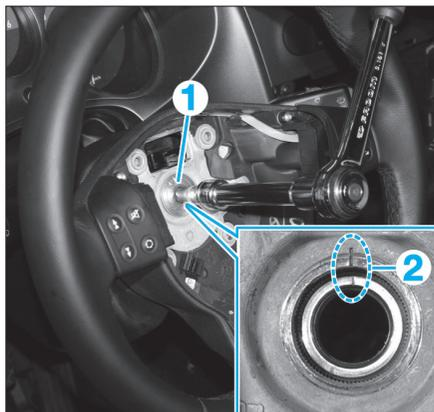

Fig. 5
- Déposer la vis (1) puis le volant (Fig.5).